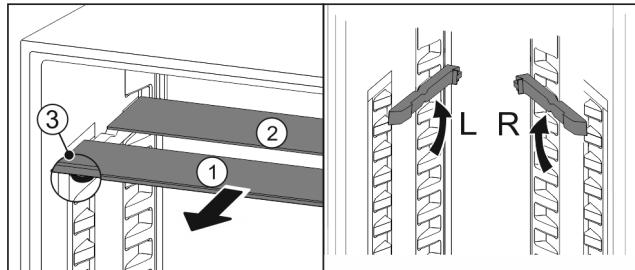

Fig. 112
- Издърпайте Fig. 112 (1) поотделно стъклените плохи напред.
- Стъклената плоча Fig. 112 (1) с декоративната лайстна е отпред.
- Ограничителите Fig. 112 (3) сочат надолу.